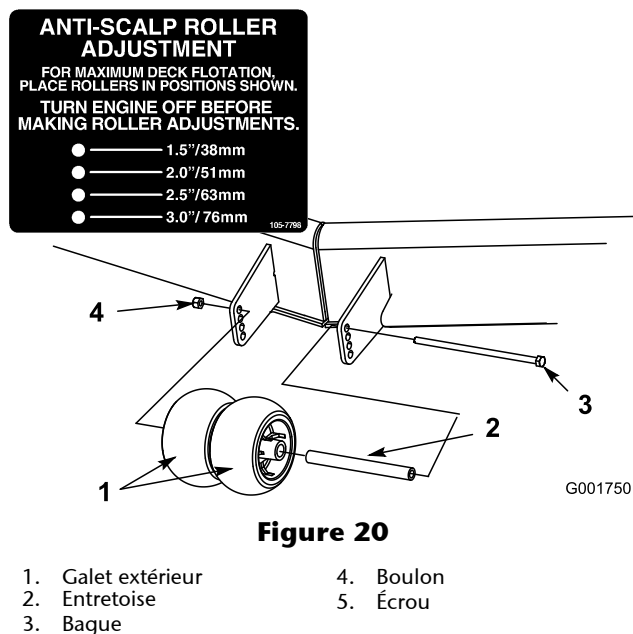

Figure 20
3. Lorsque la hauteur de coupe est réglée, enlevez l'écrou à embase, la bague et le boulon (Figure 20).
4. Choisissez le trou qui convient pour que les galets centraux se trouvent le plus près possible de la hauteur de coupe correspondante voulue (Figure 20).
5. Posez les galets centraux, la bague, l'entretoise, le boulon et l'écrou (Figure 20).